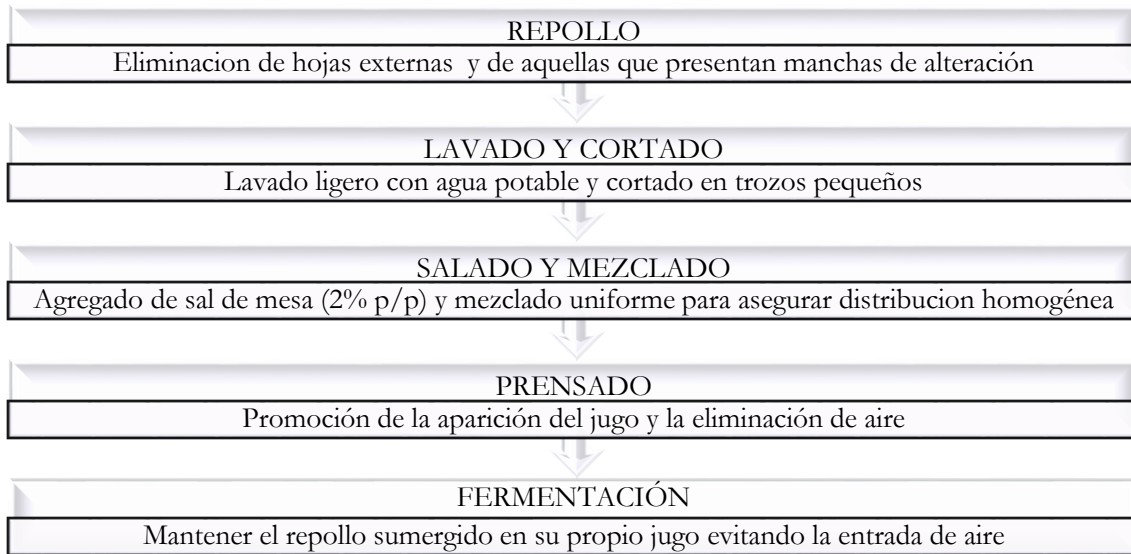

Figura 15 Diagrama de flujo para la fermentación de repollo
4.1 Preparación de chucrut de acuerdo al siguiente diagrama de flujo (Figura 15)